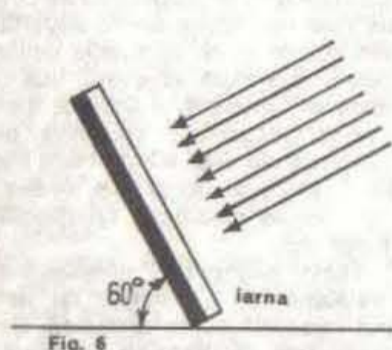

Fig. 6
Pentru ca să obținem un randament maxim, înclinarea captatoarelor trebuie să fie de așa manieră încât razele Soarelui să cadă perpendicular pe suprafața acestora. Dar cum Soarele face un circuit de la răsărit la apus și nu la aceeași înălțime față de orizont, atât vara, cât și iarna, numai cu o instalație electronică mobilă se poate realiza acest deziderat. Întrucât așa ceva nu stă în îndemna unuia amator-constructor, se va așeza captatorul cu fața spre sud, cu o înclinare de compromis egală cu latitudinea locului respectiv la care se adaugă 10° (fig. 6, 7, 8).
4. Demodulatorul A 832 (fig. 6)
piulițele A și B (fig. 6) și se deplasează roata din spate a bicicletei spre înainte și înapoi pînă ce se obține o săgeată cuprinsă între 10 și 15 mm la ramura inferioară, apoi se strîng piulițele A și B. Dacă lanțul este deteriorat, el trebuie înlocuit; pentru acest lucru scoatem boltul de legătură Z al siguranței. La spălare, lanțul nu trebuie neapărat îndepărtat de pe roata dințată.